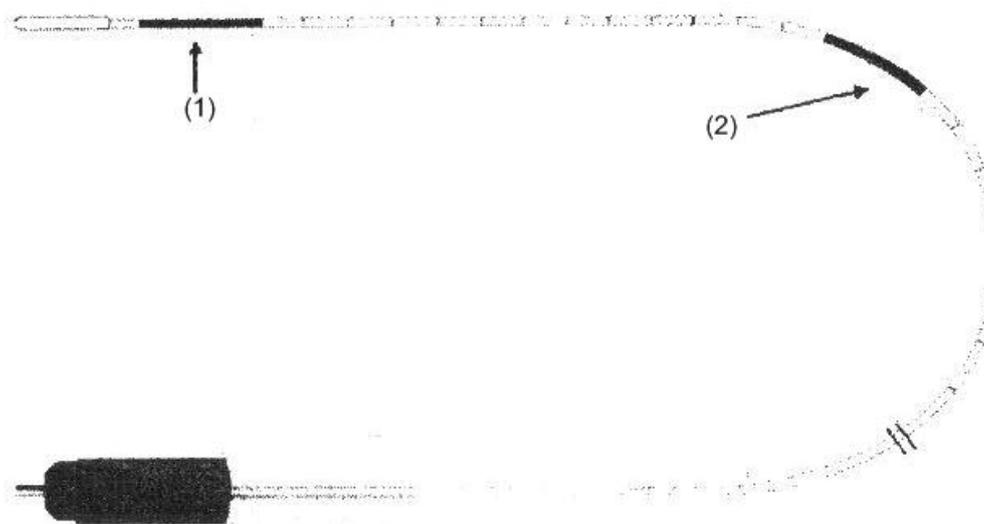

Рисунок 1
- оптическое волокно ELVeS® Radial (рис. 1)